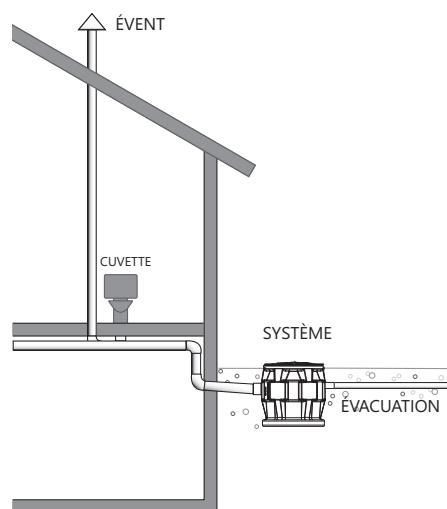

Figure 10. Exemple de ventilation alternative Pro380SD
- F. **Évent** : Sur les modèles Pro370 et 380 à décharge verticale, une connexion filetée de 2 po ou 3 po est prévue sur le dessus du couvercle. L'évent doit être raccordé à l'évent existant du bâtiment ou étendu à l'extérieur sur sa propre colonne montante. Dans les systèmes à évacuation latérale et verticale, la dimension de l'évent doit respecter les codes en vigueur, mais jamais être inférieure à celle du tuyau d'évacuation. Voir la Figure 10, un exemple de ventilation à travers le tuyau d'entrée comme solution de recharge.